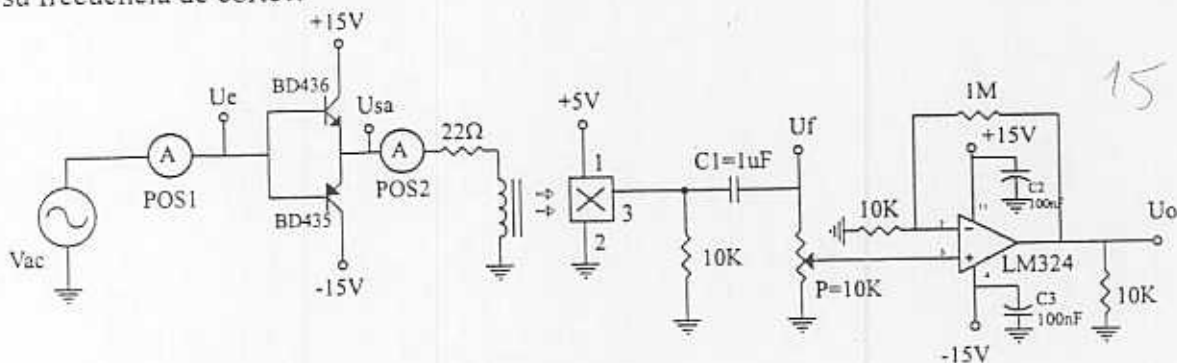

Figura 6
6. -Explicar brevemente el funcionamiento del circuito mostrado en la Figura 6, indicando de qué etapas está compuesto.